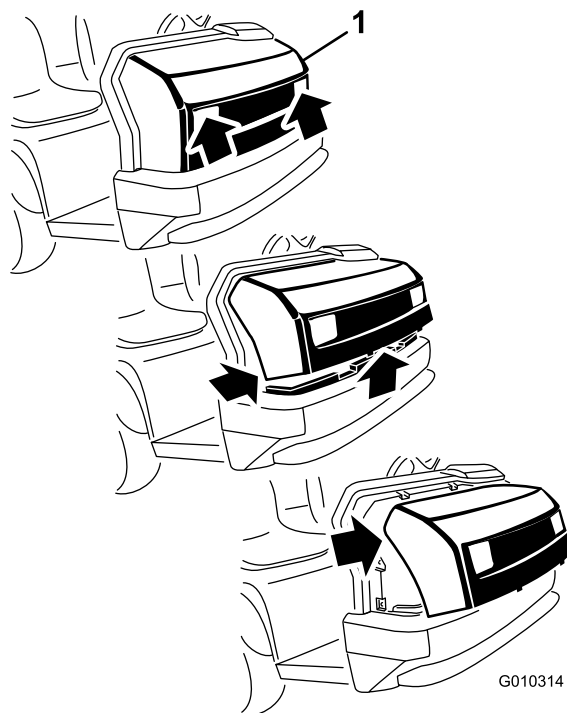

Figura 39
2. Gire hacia arriba la parte inferior del capó hasta que pueda retirar las pestañas de montaje superiores de las ranuras del bastidor (Figura 39).
3. Gire hacia adelante la parte superior del capó y desenchufe los conectores de los cables de los faros (Figura 39).
1. Sujete el capó por los orificios de los faros y levántelo para poder liberar las pestañas de montaje inferiores de las ranuras del bastidor (Figura 39).